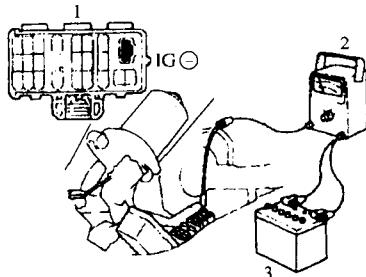

图 8 连接转速表——3VZ-FE 发动机
2) 将转速表连接到测试插接口的 IG (-) 接线柱上 (见图 8)。